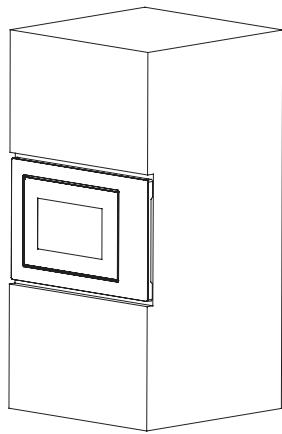

Fig.2
b) Empènyer el microones fins al final. (Fig.2)